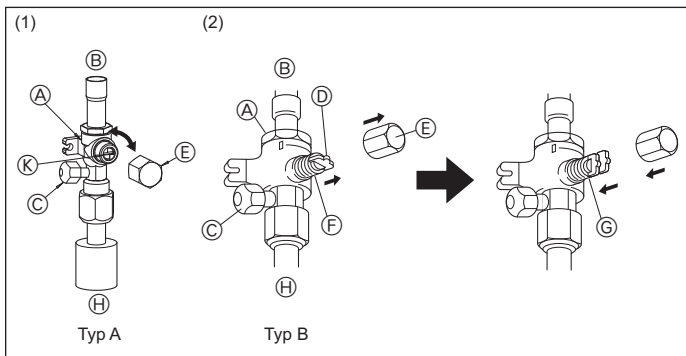
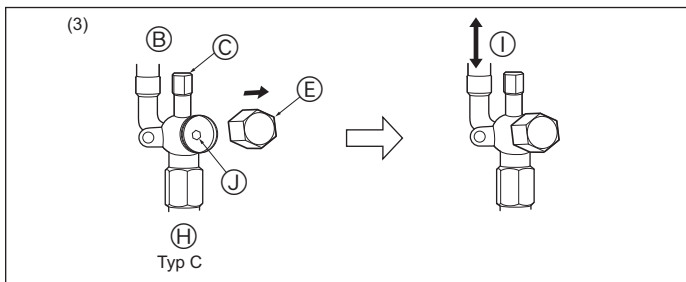

Fig. 5-9
Fig. 5-10
(1) Typ A (Fig. 5-9)
- ① Entfernen Sie die Kappe, führen Sie mit einem Schlitzschraubendreher eine Vierteldrehung gegen den Uhrzeigersinn aus, um es vollständig zu öffnen.
- ② Prüfen Sie, ob die Absperrventile vollständig geöffnet sind, und setzen Sie dann die Kappe wieder auf und schrauben sie fest.
(2) Typ B (Fig. 5-9)
- ① Die Kappe entfernen, den Handgriff nach vorne ziehen, und zum Öffnen um 1/4 Umdrehung gegen den Uhrzeigersinn drehen.
- ② Sicherstellen, dass das Absperrventil vollständig offen ist, den Handgriff eindrücken, und die Kappe zurück in die Ausgangsstellung drehen.
(3) Typ C (Fig. 5-10)
- ① Entfernen Sie die Kappe und drehen Sie die Ventilstange mit einem 4 mm-Sechskantschlüssel bis zum Anschlag gegen den Uhrzeigersinn. Hören Sie auf zu drehen, wenn der Anschlag erreicht ist.
- ② Sicherstellen, dass das Absperrventil vollständig offen ist, und die Kappe zurück in die Ausgangsstellung drehen.